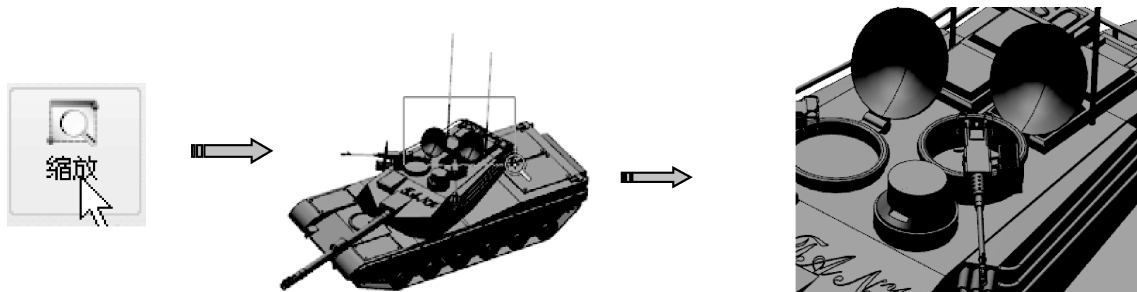

图 1-24 缩放矩形区域内的模型
- 01 打开本例源文件【ex1 -1. prt】。执行【缩放】命令后，按住左键并在模型上要放大区域处画一个矩形，然后释放鼠标，矩形区域内的模型即被放大，如图 1-24 所示。